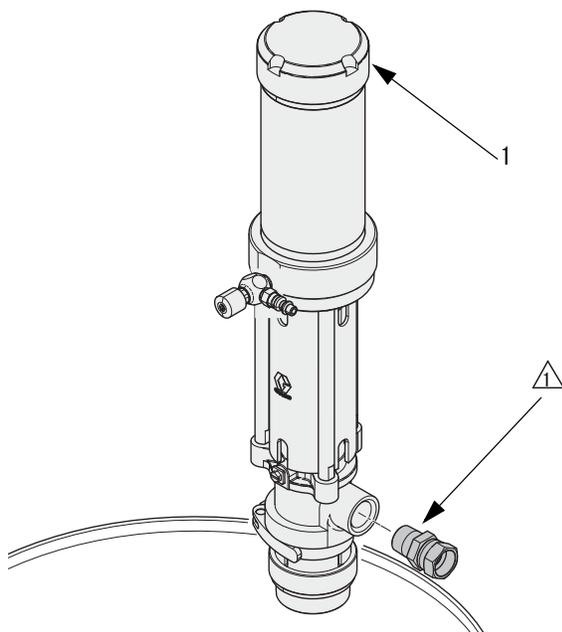

図 5
2. ネジ用シール剤をオス側アウトレット締め具 (非供給品) に塗布し、アウトレット ポートに挿入します。図 5 を参照のこと。
3. 同梱されているラベル (70) を使用して、お客様の材料に適切なポンプを識別します。図 5 を参照のこと。